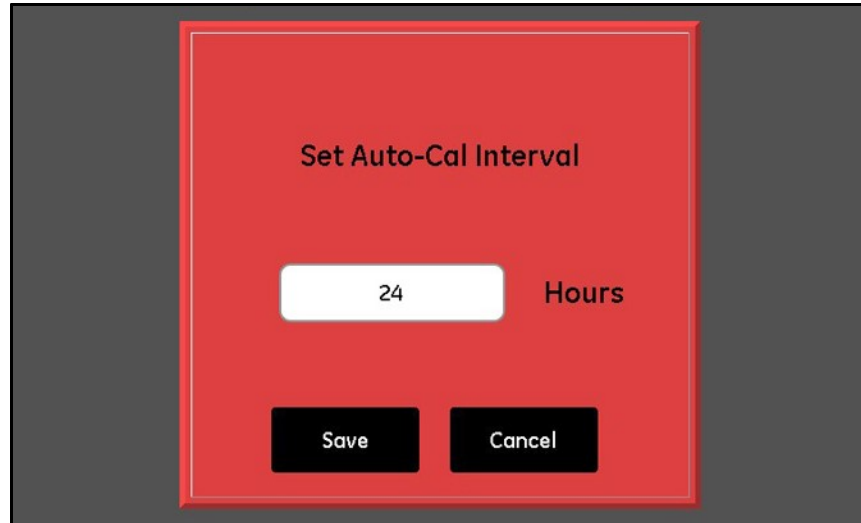

Figura 57: Tela Definir intervalo de calibração automática
1. Da janela *Configuração de sonda*, toque no botão **Configuração de calibração automática** para acessar a tela *Definir intervalo de calibração automática* da sonda desejada (veja a *Figura 57* abaixo).